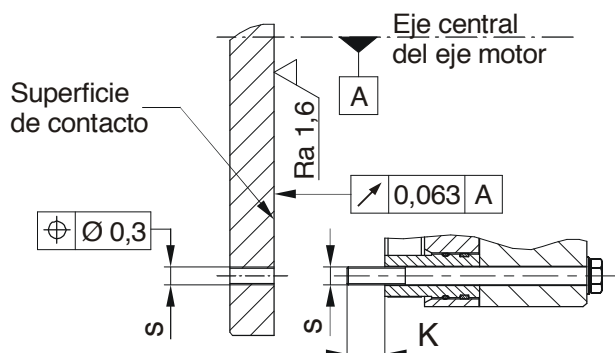

Fig. 5
- En las versiones con buje (Tipo 8012._1_3) deben dimensionarse los ajustes de la perforación de buje (10) y del eje de tal manera que la dentadura de cubo (10) no será ensanchada. Un ensanchado de la dentadura provoca un apriete del rotor (3) en el buje (10) y por lo tanto fallos funciones del freno. Adaptación recomendada de buje - eje H7/k6. Cuando se calienta el buje (10) para facilitar su colocación, debe retirarse primero la junta tórica (11) y realizarse primero el montaje de buje. No se debe pasar la temperatura de colocación máx. permitida de 200 °C.
- Se debe realizar un dimensionamiento de la unión de chaveta en función de los requerimientos del diámetro de eje, el par transmisible y las condiciones de servicio. Para ello deben conocerse los datos correspondientes del operador o bien el dimensionado se realiza sobre la base de los fundamentos de cálculo vigentes en la norma DIN 6892. Para el cálculo debe dimensionarse la calidad del buje con $Re = 300 \text{ N/mm}^2$. El largo de soporte de la chaveta debe cubrir todo el buje (10).
- Las medidas de montaje y las rosca de empalme deben proporcionarse con una profundidad $K + 2 \text{ mm}$ ($K =$ saliente de tornillo) según el catálogo, o bien según el dibujo de instalación general correspondiente (Fig. 5).